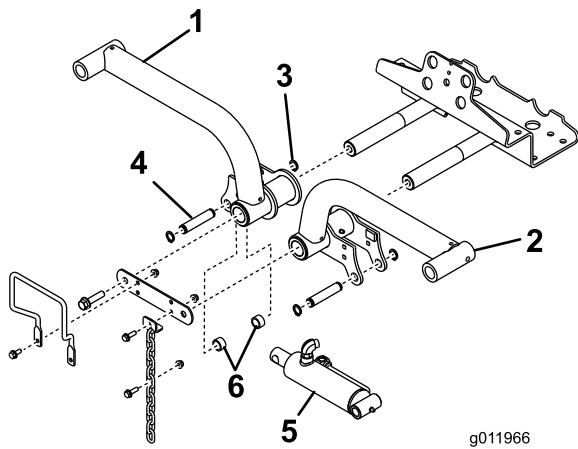

图15
4. 将提升臂插到提升臂枢轴上（图15），用之前卸下的提升臂枢轴连杆和螺栓分别固定。
- 用 2 个安装销和 2 个隔片将提升油缸的右端固定至右提升臂上 (图15)。用卡环将其固定。